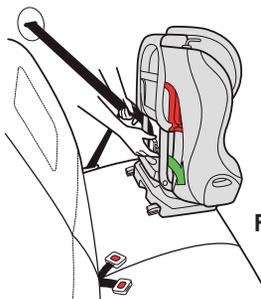

Figura 79
- Pase el cinturón del vehículo por la ruta del cinturón para la posición viendo hacia adelante, sin que el cinturón quede entre el arnés y el respaldo del asiento, y abroche el cinturón del vehículo, como se muestra en la **figura 79**.